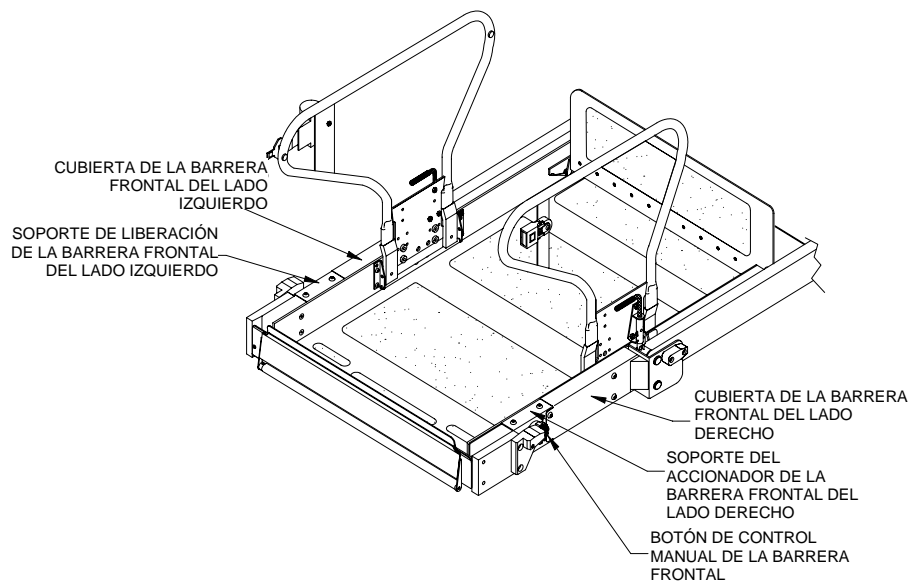

FIGURA 4-3: CUBIERTAS DE ACCESO PARA EL MECANISMO DE LA BARRERA FRONTAL
- 3) Consulte la **Figura 4-3**. Retire las cubiertas izquierda y derecha de la barrera frontal (hay cuatro tornillos con arandela de cada lado).